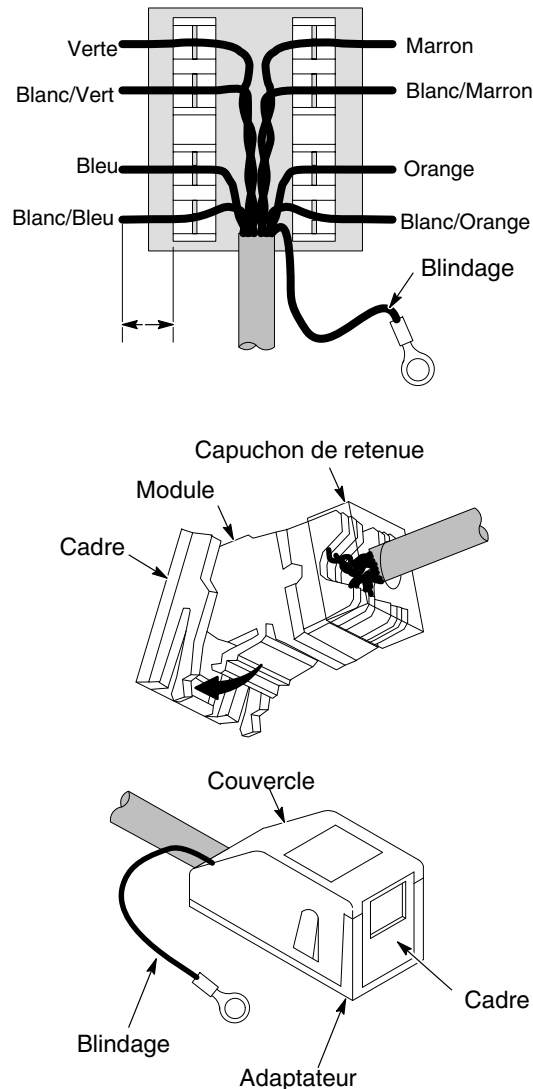

Figure 3-11 Branchement du câble Ethernet au module de terminaison
6. Voir la figure 3-11. Disposer les paires torsadées dans le module conformément au schéma de câblage T568-B, en faisant passer les extrémités à travers les bornes sur au moins 6 mm. Maintenir la torsade des fils aussi près que possible des bornes. Fixer les fils à l'aide d'un outil de sertissage de 110.